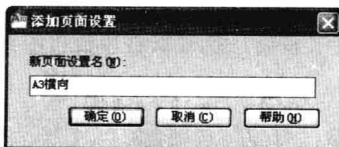

图 10-1-11
(18) 在“页面设置”下单击“添加”按钮，打开“添加页面设置”对话框，输入新页面设置名“A3 横向”，如图 10-1-11 所示。